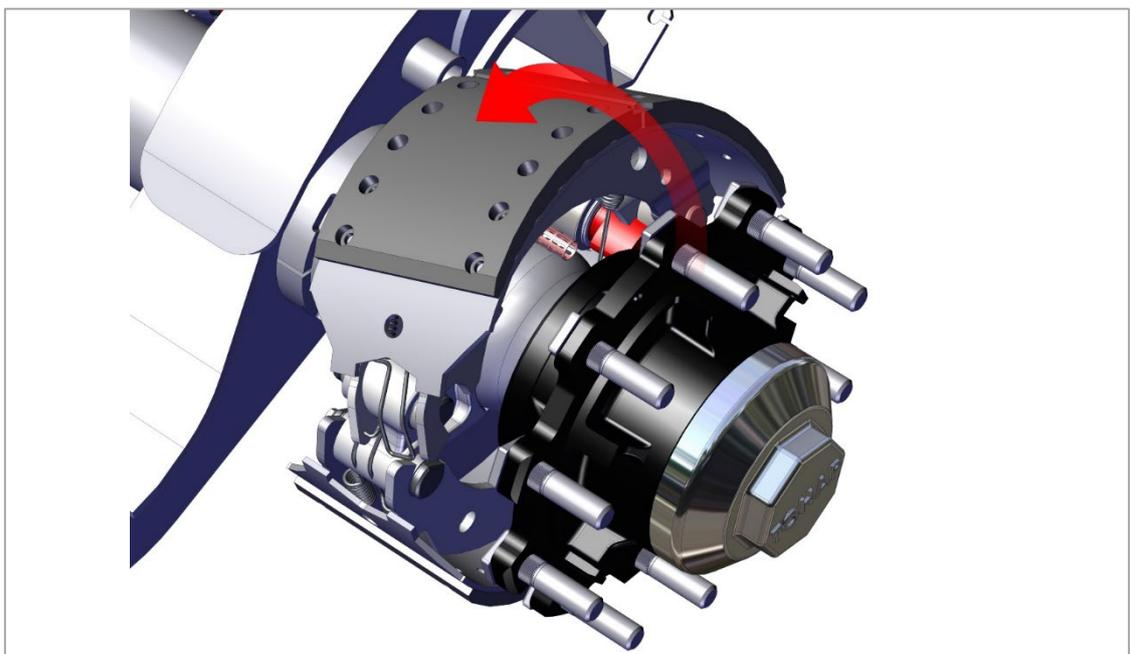

Рис. 50. Снятие тормозной колодки
4) Наклоните верхнюю тормозную колодку над кулачком и осью моста и снимите её, как показано на рис. 50.